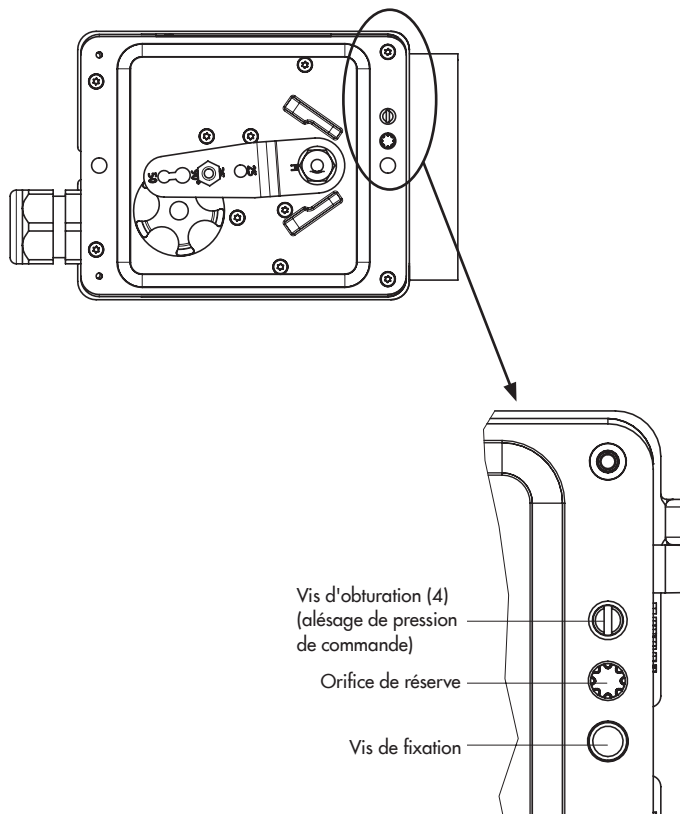

Fig. 9 : Alésages pour pression de commande et orifice de réserve pour vis
1. Monter la plaque de raccordement (6) ou le bloc manomètres (7) sur le positionneur. S'assurer que les deux joints (6.1) sont positionnés correctement.
2. Serrer la vis d'obturation (4) à l'arrière du positionneur dans l'alésage situé dessous (orifice de réserve) (cf. Fig. 9), puis obturer la sortie de pression de commande « output » sur la plaque de raccordement (6) ou sur le bloc manomètres (7) avec le bouchon (5) livré en accessoire.
3. Placer la plaque de transmission (3) sur la tige de servomoteur en vérifiant que la vis de fixation est positionnée correctement dans la rainure de la tige de servomoteur.
4. **Course de 15 mm** : Le palpeur (2) reste en position 35 (réglage d'usine) sur le levier M (1) placé à l'arrière du positionneur. **Course de 7,5 mm** : Retirer le palpeur (2) de la position 35 et le placer dans le perçage en position 25, puis visser.
5. Placer le joint torique (15) dans la rainure du corps du positionneur.
Si une électrovanne est montée sur le servomoteur en plus du positionneur, alors l'alésage pour la pression de commande du positionneur doit être obturé (cf. Fig. 9). Pour ce faire, retirer la vis qui se trouve dans l'alésage central (orifice de réserve) et la placer comme indiqué dans l'alésage pour la pression de commande.
→ Pour cela, serrer la vis dans le perçage prévu à cet effet (orifice de réserve) sous le côté du positionneur (cf. Fig. 9 en page 36).